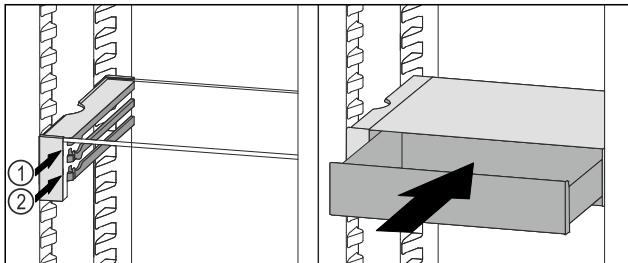

Fig. 94
- Zásuvku VarioSafe nasadte za zarážkami na požadovanom rebre Fig. 94 (1) alebo Fig. 94 (2).